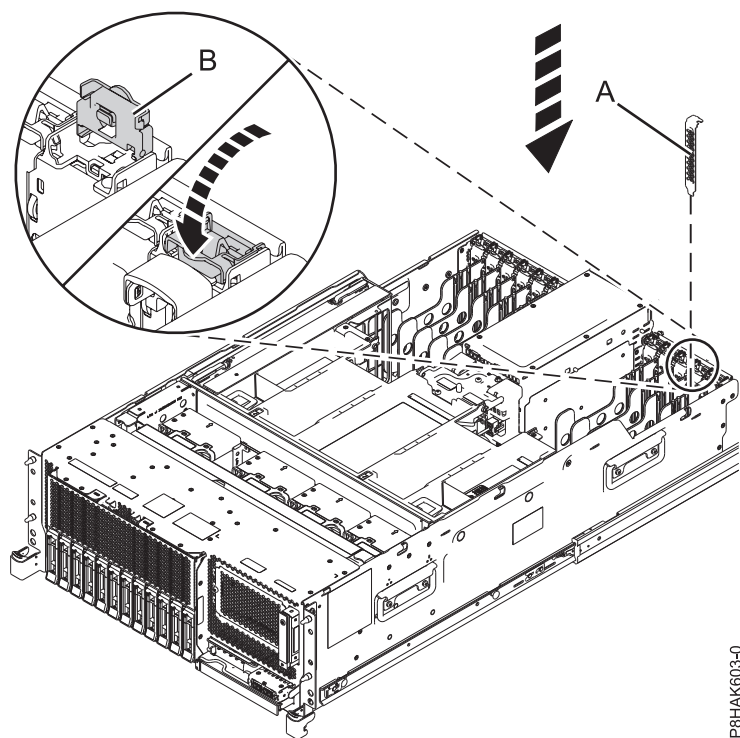
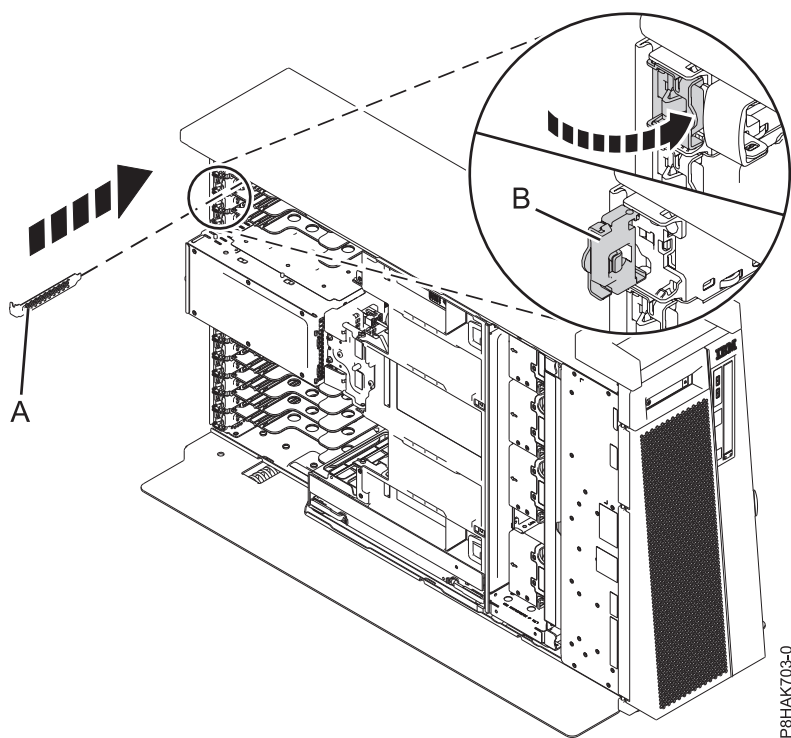

Figura 72. Instalar um preenchimento numa ranhura de um adaptador PCIe num sistema montado em bastidor
Figura 73. Instalar um preenchimento numa ranhura de um adaptador PCIe num sistema 8286-41A autónomo
- a. Segure no contraponto do carácter de preenchimento com cuidado e alinhe o carácter de preenchimento com a ranhura e o respectivo conector no painel posterior do sistema, como demonstrado em Figura 72 e Figura 73 na página 82.